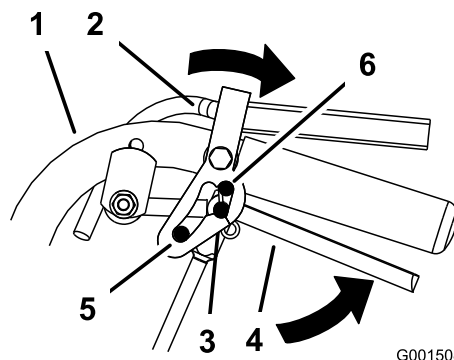

Figure 10
2. Placez les pouces sur la partie supérieure des verrous et ramenez-les en arrière (Figure 10).